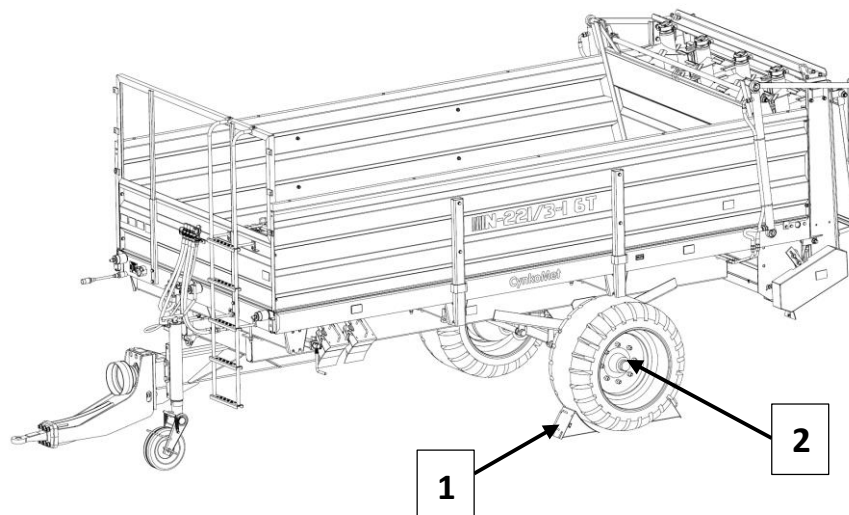

Abbildung 3. Unterlegen der Keile.
- Es ist verboten, die Maschine im beladenen und nicht gesicherten Zustand auf einem geneigten Gelände abzustellen. Der Schutz besteht in der Betätigung der Hauptbremse, dem Anziehen der Handbremse und dem Legen der Radkeile unter die Räder. Die Radkeile (1) sind nur unter ein Rad (2) zu legen (einen vor das Rad und den anderen dahinter – Abb. 3).